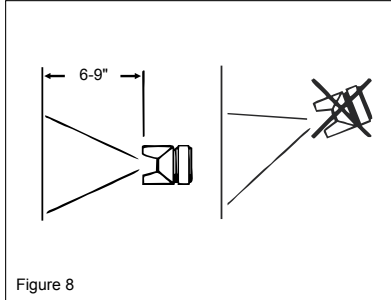

Figure 8
4. Gardez le pistolet à l'angle droit de 90 degrés à la surface étant recouverte et maintenez une même, la distance constante et la vitesse. (Voir la Figure 8)